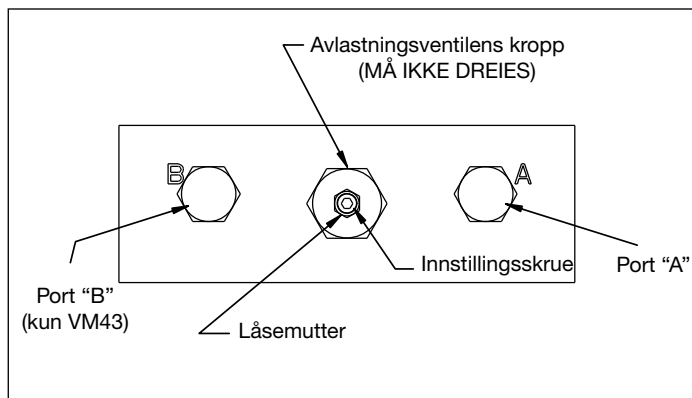

Fig. 12, Avlastningsventil - VM33M og VM43M
1. Monter en 0-1.035 bar [0-15.000 psi] trykkmåler på port "A" (se fig. 12).